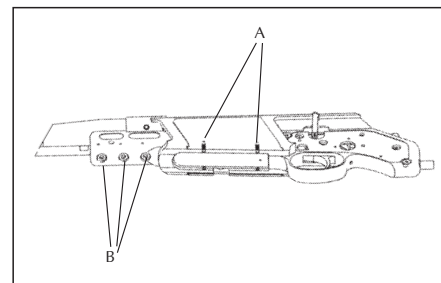

fig. 16
- svitare il grano dell'asta con apposita chiave fig. 16/B
Le piastriane sono fissate con 4 viti. Togliere il caricatore. Nell'alloggio del caricatore nella parte inferiore si potranno vedere su entrambi i lati due viti. Per sfilare le piastriane dalla loro sede dovranno essere allentare questi grani per 2-3 giri. (fig. 16/A)
- ora svitare le tre viti con l'apposita chiave e togliere la canna (fig. 16/B)
- Nach dem lösen der Vorderschaftschraube mit dem mitgelieferten Schlüssel lässt sich dieser nach vorne abziehen. (Abb. 16/B).
Pour le devant, dévisser les vis à l'aide de la clef fournie (cf.fig. 16/B)
Les plaquettes sont fixées avec 4 vis. Retirer le chargeur. Dans la partie inférieure du logement de chargeur, vous pourrez voir deux vis situées sur les flancs, que vous désolidarisez les tournant de 2-3 tours (cf.fig. 16/a).